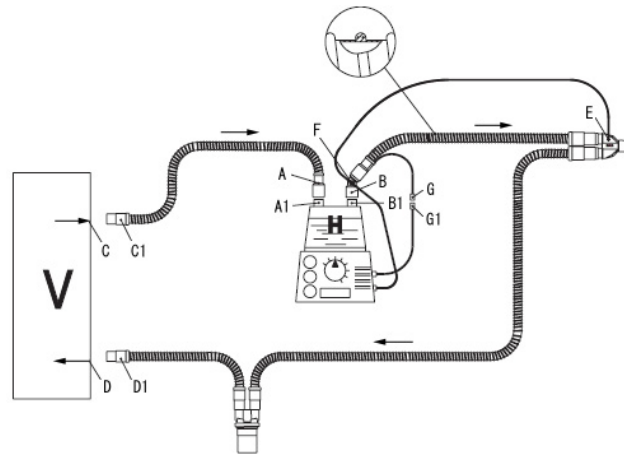

図 1
- (1) 吸気側の電気トリカルアダプタ(水色、G)は、アダプタを用いて加温加湿器ショートケーブルの末端(水色、G1)と接続する。
- (2) 呼気側の電気トリカルアダプタ(黄、H)はもう一つのアダプタを使用し、加温加湿器ロングケーブルの末端(黄、H1)と接続する。
11. 加温加湿器の温度を設定し、図1、2及び3のように呼吸回路が正しく接続されていることを確認する。